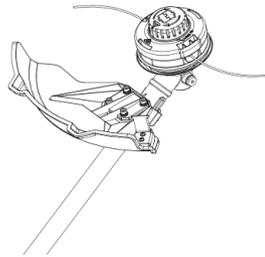

Рис. 20
- Удерживайте картридж одной рукой и поворачивайте бамперную гайку против часовой стрелки другой рукой, пока оба конца не станут примерно длиной 15 см (Рис. 20).